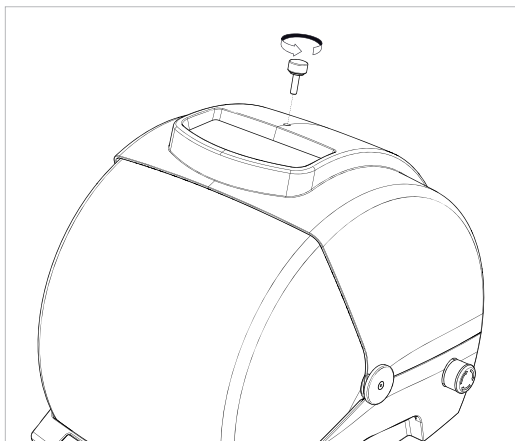

Fig. 13
- 2) Draai de draaiknop gelegen op de bovenkant van de machinecarter los (Fig. 13).